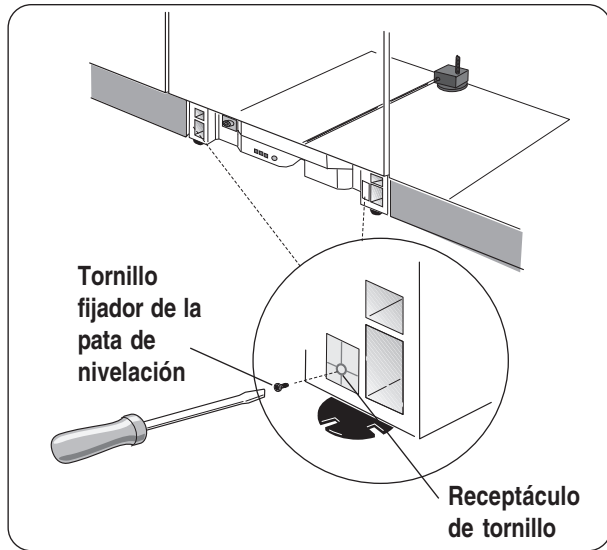

Ilustración 23
- 2 Después de instalar la unidad en la abertura, nivelar y fijarla, bloquee las dos patas delanteras de nivelación atornillando los dos tornillos fijadores de las patas de nivelación en cada receptáculo de tornillo que se encuentran en el frente de las patas. Vea la **Ilustración 23**.